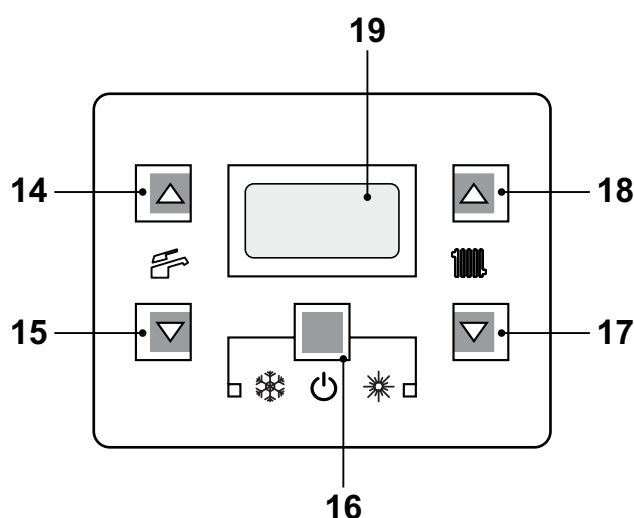

Figura 2.5
- Tenere premuto per 2 secondi il tasto 16 fino a far apparire sul display il simbolo  Figura 2.5 .
La temperatura dell'acqua calda di mandata riscaldamento è regolabile agendo sui tasti 17 (diminuzione) e 18 (aumento) (Figura 2.5 ) da un minimo di circa 25°C ad un massimo di circa 85°C. Alla prima pressione di uno dei due tasti si ha la visualizzazione del valore di "set", alla seconda pressione si accede alla modifica.
Comunque se la temperatura ambiente non dovesse essere confortevole si può aumentare o diminuire la temperatura di mandata dell'impianto riscaldamento di  $\pm 15^{\circ}\text{C}$  agendo sui tasti 17 (diminuzione) e 18 (aumento) (Figura 2.5 ).